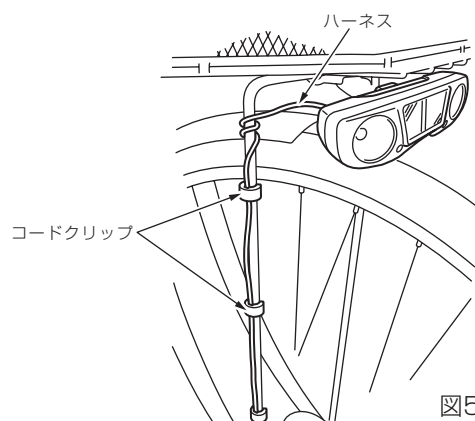

図5
①ランプヘッドのハーネスをバスケットステータに巻きつけるか沿わせて、コードクリップでハーネスを固定します。(図5)
②ハブダイナモのコネクターにハーネスの端子を接続します。